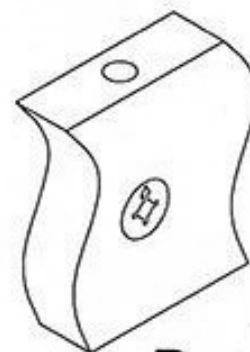

Рис. 1
1. Прибить подпятники (6) при помощи гвоздей к боковинам 2 и 4. Далее прикрутить направляющие (7) при помощи евроинтов (8) в детали 2, 4, 6, причем на деталь 6 направляющие (7) прикручиваются с обеих сторон (со второй стороны направляющие прикручиваются саморезами (5)). Вставить стяжки-растекс (9) в детали 2 и 4, и стяжки-растекс (3) в стойки 6 (см. рис. 1). После этого забить шканты (1) в детали 2, 3, 4 и 6. Соединить боковины 2 и 4
3. Сборка ящиков. Присоединить к задней стенке ящика 8,9 по две боковины 7 при помощи евроинтов. Забить в нижние торцевые отверстия боковин 7 шканты (1). Вставить стяжки-растекс (3) в отверстия
диаметром 15 мм боковин ящиков 7 (см. рис.1) Далее закрутить дюбеля стяжек-растекс (4) в пластиковые муфты передних панелей ящиков 10, 11 и 12 (см. рис.2). Соединить передние панели ящиков 10, 11 и 12 с боковинами 7